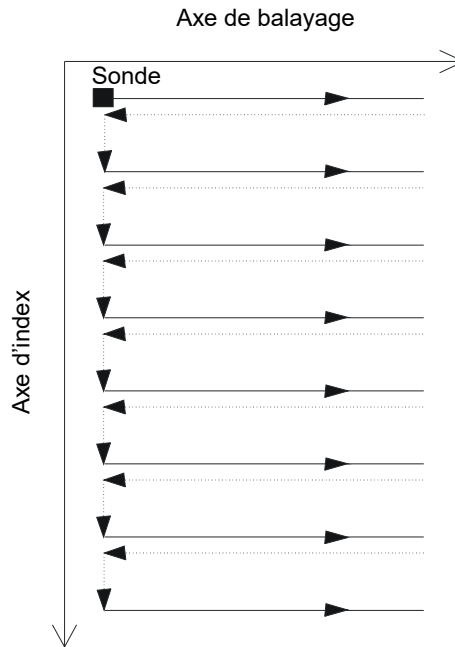

Figure 5-6 Balayage de surface unidirectionnel
Un balayage de surface utilise deux axes : (1) l'axe de balayage, qui est l'axe mécanique des lignes de balayage et (2) l'axe d'index, qui est l'axe mécanique de mouvement entre les lignes de balayage. Un incrément est ajouté à la position le long de l'axe d'index à la fin de chaque balayage le long de l'axe de balayage. L'acquisition de données des séquences unidirectionnelles est seulement exécutée dans une direction le long de l'axe de balayage, tel que montré dans la Figure 5-6 à la page 315. Ce type de balayage est normalement utilisé avec les scanners générant un grand effet de tolérance mécanique dans la direction du balayage.